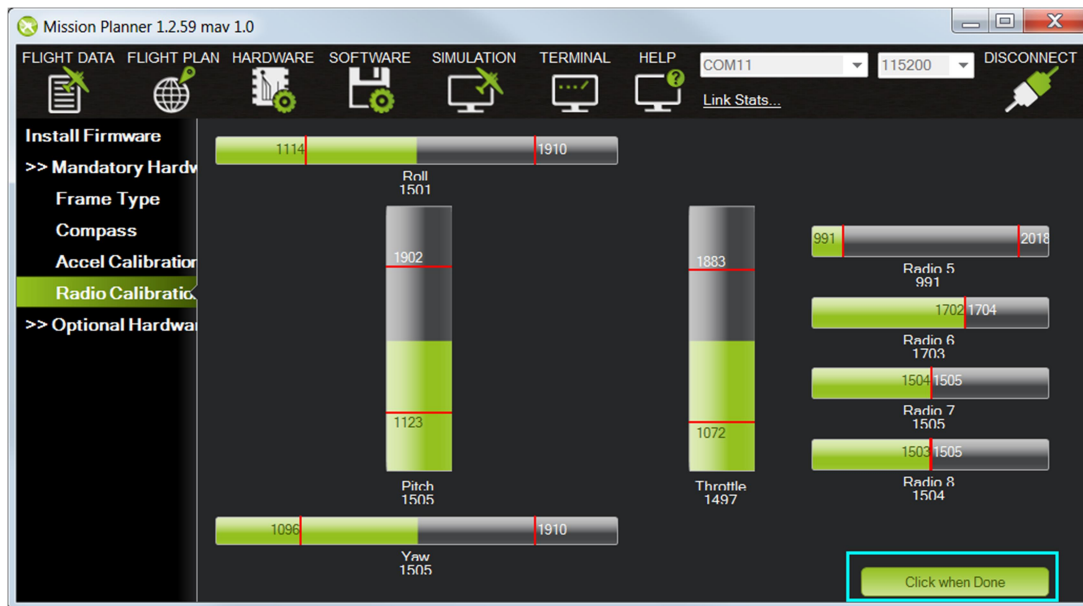

Figura 36: calibración de radio en MissionPlanner (2)
Una vez pulsamos OK el programa nos pide que movamos los sticks, así como los interruptores de los canales 5 y 6 a sus posiciones extremas, pudiendo observar estos movimientos en las barras de calibración (Figura 36: calibración de radio en MissionPlanner (2)). Aparecen sobre éstas unas líneas rojas que indican los valores máximos y mínimos en cada canal. El movimiento de los sticks de la radio debería provocar los siguientes movimientos en las barras: